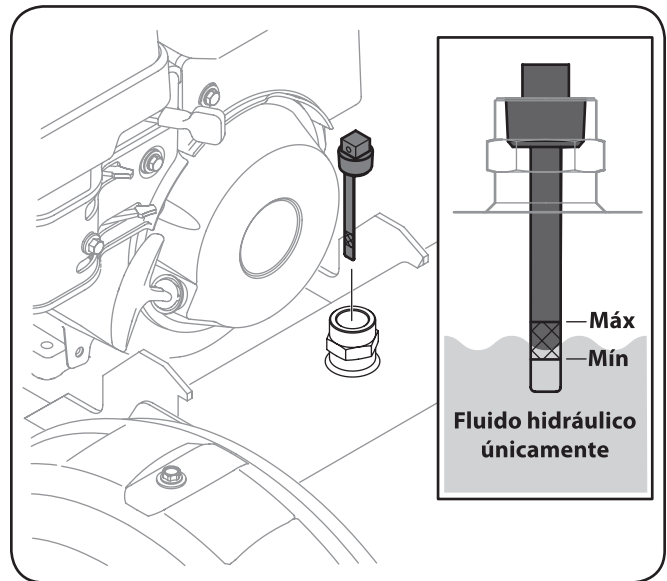

Figura 3-9
- Retire la varilla del depósito venteadada que se encuentra delante del motor, sobre el tanque de depósito. Consulte la Figura 3-9.
3. Controle el nivel de líquido con la varilla de nivel. Vea la Figura 3-9. No llene el depósito en exceso.